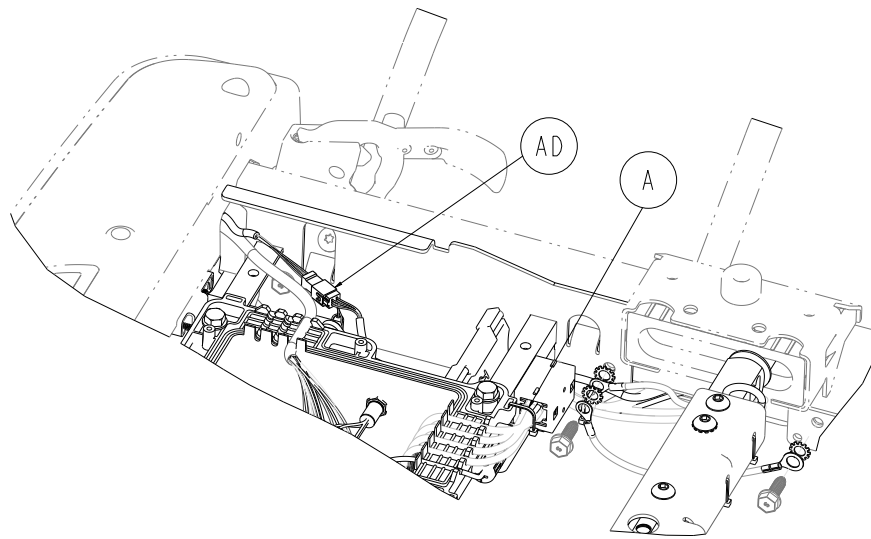

Figure 45 – Ensemble de câble d’extension entre l’écran et l’appel infirmier
8. À l'aide d'une pince, débrancher l'ensemble de câble d'extension entre l'écran et l'appel infirmier (AD) de la sortie de lit de l'ensemble de câble d'affichage (Figure 45).
24. Acheminer l'ensemble de câble d'extension entre l'écran et le câble d'appel infirmier (AD) et les câbles de la cellule de pesage vers la sortie de lit pour afficher l'ensemble de câble du côté pieds (Figure 45). Brancher l'ensemble de câble d'extension entre l'écran et l'appel infirmier dans la sortie de lit pour l'ensemble de câble d'affichage.
27. À l'aide d'une attache de câble de 8 po (3000-300-113) (A), fixer l'ensemble de câble d'extension entre l'écran et le câble d'appel infirmier à l'emplacement de l'attache de câble du boîtier de commande du plan de couchage (Figure 45). À l'aide d'un coupe-fil, couper et jeter l'excès d'attache de câble.